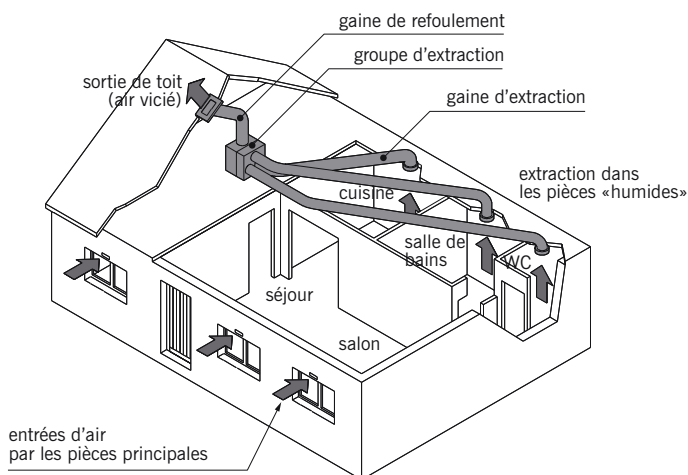

fig. 18.2
- **La VMC à simple flux** dans laquelle des *entrées d'air autoréglables* sont placées à la partie supérieure des menuiseries (fenêtres, portes-fenêtres) des pièces principales (fig. 18.2). L'air extérieur qui pénètre par ces orifices, traverse